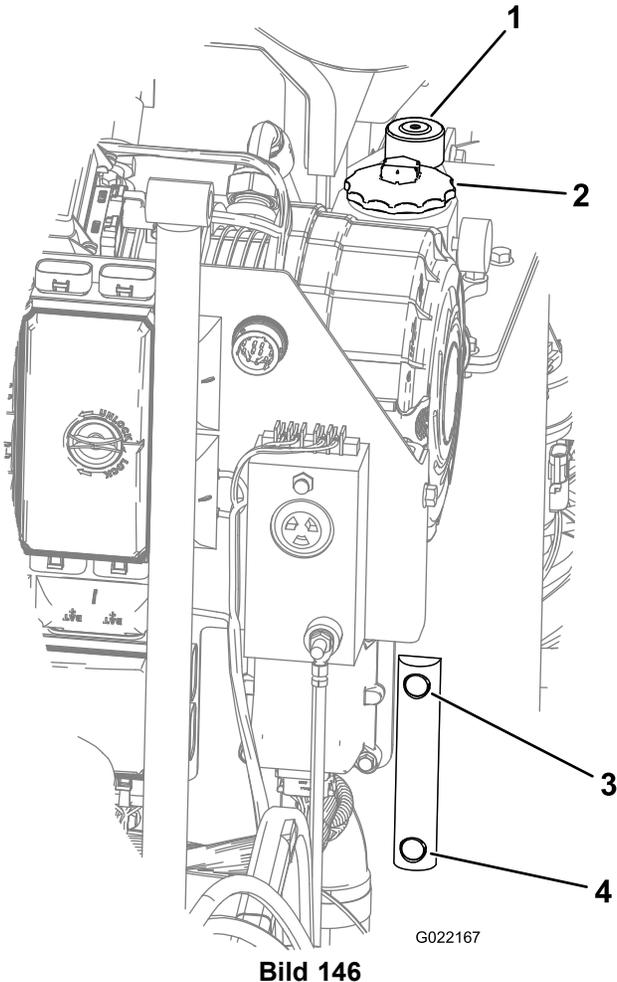

Bild 146
3. Schauen Sie in das Sichtglas am Ölbehälter und überprüfen Sie den Ölstand (Bild 146).
4. Nehmen Sie bei einem niedrigen Ölstand den Deckel des Hydraulikbehälters ab und füllen Sie das korrekte Öl nach, bis der Ölstand die obere Marke am Sichtglas erreicht (Bild 146).